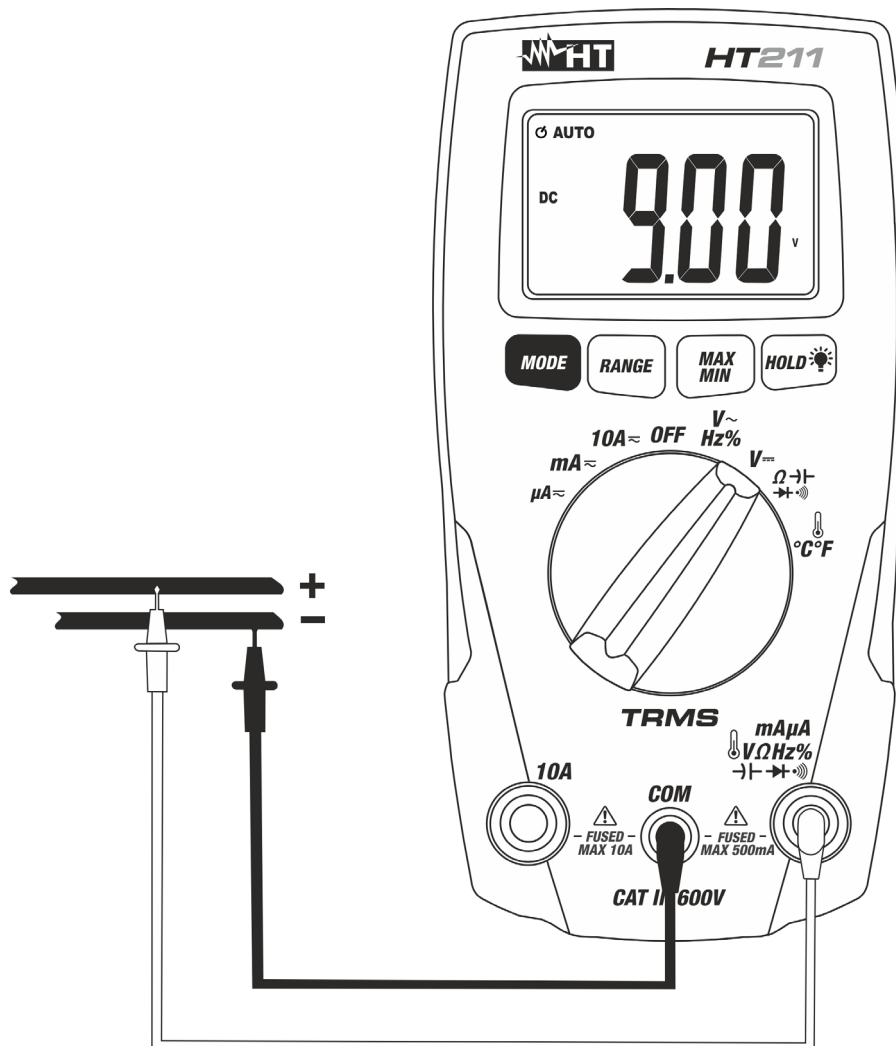

Fig. 2: Uso dello strumento per misura di Tensione DC
3. Posizionare il puntale rosso ed il puntale nero rispettivamente nei punti a potenziale positivo e negativo del circuito in esame (vedere Fig. 2). Il valore della tensione è mostrato a display
5. La visualizzazione del simbolo "-" sul display dello strumento indica che la tensione ha verso opposto rispetto alla connessione di Fig. 2